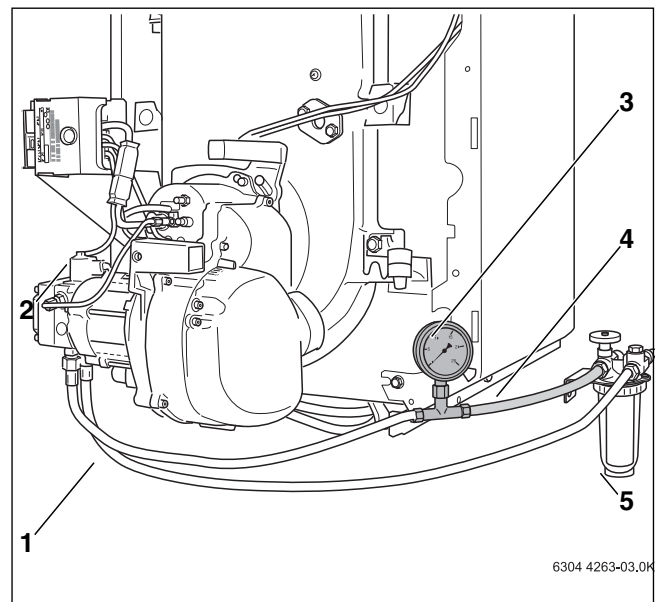

Bild 28 Ölfilter, Vakuummeter und transparenter Schlauch
- ▶ Vakuummeter (→ Bild 28, [3]) mit transparentem Schlauch (→ Bild 28, [4]; Zubehör), wie in Bild 28 dargestellt, zwischen Ölfilter (→ Bild 28, [5]) und Ölsaugleitung (→ Bild 28, [1]) montieren.
- ▶ Ölfeuerungsautomaten (→ Bild 28, [2]) vom Sockel abziehen.
- ▶ Blasenfreiheit des angesaugten Öls über den transparenten Schlauch (→ Bild 28, [4]) kontrollieren.
- ▶ Ölabsperrhahn am Ölfilter (→ Bild 28, [5], Seite 17) schließen und transparenten Schlauch (→ Bild 28, [4], Seite 17) mit Vakuummeter (→ Bild 28, [3], Seite 17) demontieren.
- ▶ Ölsaugleitung (→ Bild 28, [1], Seite 17) an den Filteranschluss des Ölfilters (→ Bild 28, [5], Seite 17) anschrauben.
- ▶ Ölabsperrhahn am Ölfilter (→ Bild 28, [5], Seite 17) öffnen.